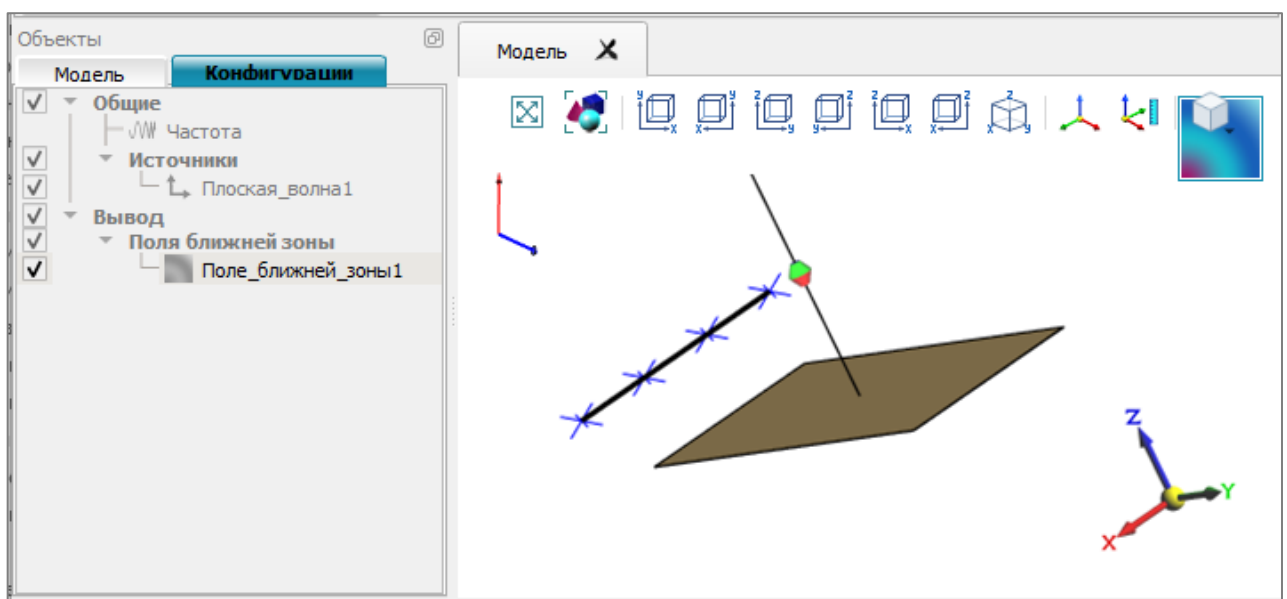

Рис. 95
12.7.6. На рис. 95 показан пример поля ближней зоны в виде отрезка, на рис. 96 – в виде сегмента сферы синего цвета.